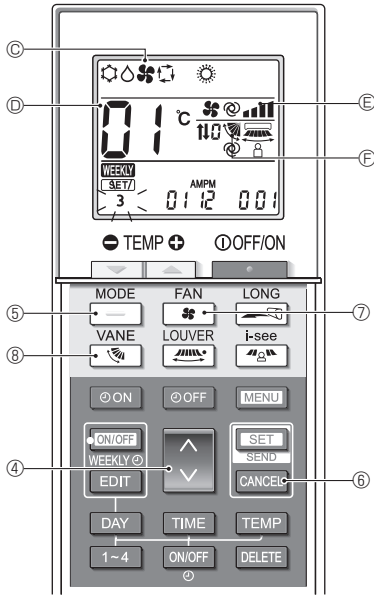
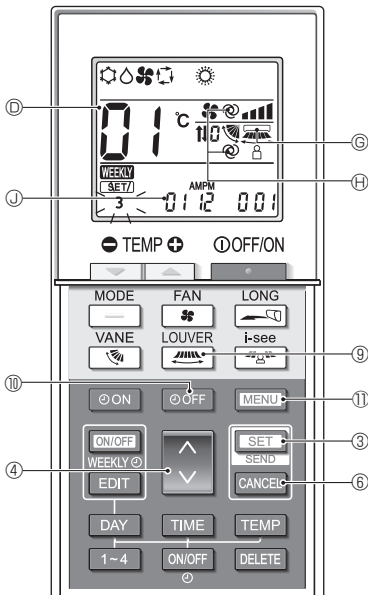

Fig. 6-2
Fig. 6-3
6.3. Stand voor afzonderlijke instellingen 1 (Fig. 6-2, Fig. 6-3)
- Als de instelling onjuist is, drukt u op de toets ⑥ en herhaalt u de procedure vanaf stap 1.
6.4. De instellingen voltooiën (Fig. 6-3)